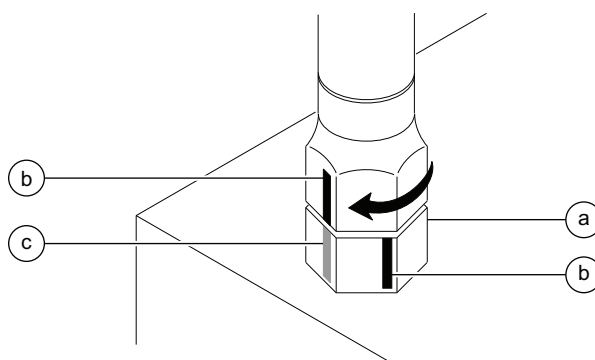

Figura 2
- 3 Trabalhando no sentido horário na conexão sextavada, faça uma segunda marca indicando a posição correta de aperto. Veja a Figura 2.